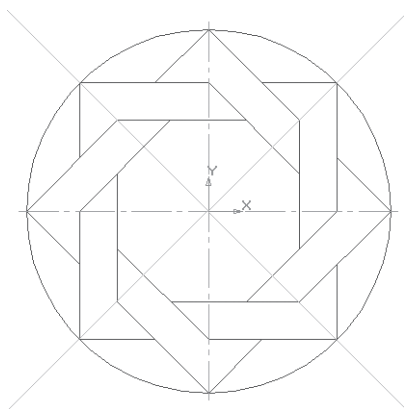

Рис. 80
- удалите все ненужные участки, как показано на рис. 80. Если вы допустили ошибку, сразу используйте команду  – отменить.